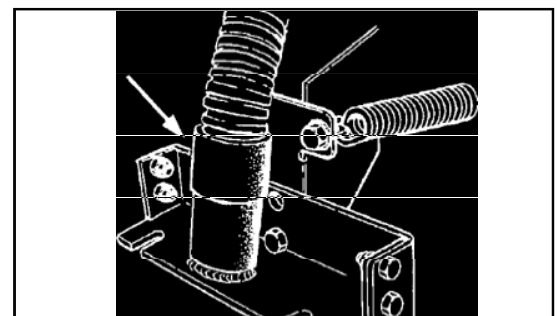

Рисунок 9
2. Подсоедините манжету вакуумного шланга к шланговому фитингу швабры (см. рис. 9)
1. Корпус швабры может менять угол наклона для регулировки расширения скребка швабры в середине, чтобы выровнять расширение на концах. Для регулировки угла наклона ослабьте регулирующие болты, которые находятся на левой и правой стороне швабры (см. рис. 9).